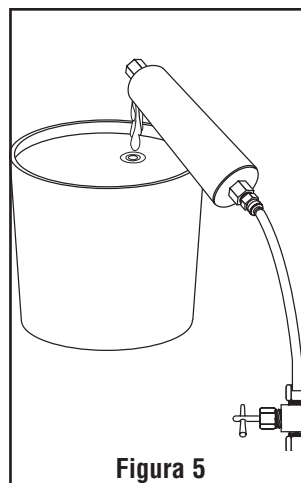

Figura 5
6. Abra la entrada de agua para purgar el filtro hacia un balde o recipiente durante cinco minutos y así eliminar las partículas finas de carbón que pudieran estar presentes en el cuerpo del filtro. Cuando el agua salga limpia, corte el procedimiento de purga. (Figura 5)
4. Abra la entrada de agua para purgar el filtro hacia un balde o recipiente durante cinco minutos y así eliminar las partículas finas de carbón que pudieran estar presentes en el cuerpo del filtro. Cuando el agua salga limpia, corte el procedimiento de purga. (Figura 5)